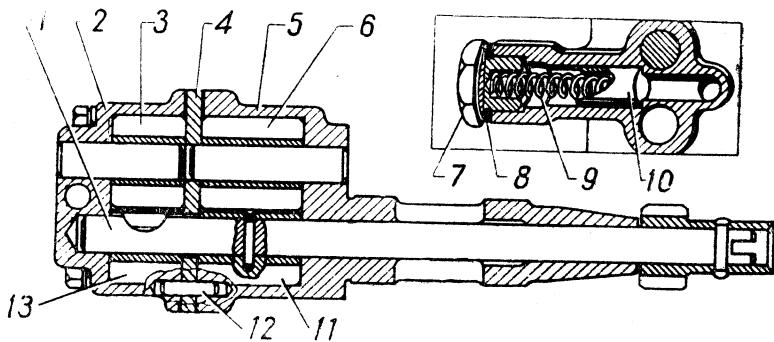

Рис. 14. Масляный насос.
**Масляный насос** (рис. 14)—шестеренчатого типа, двухсекционный, устанавливается при наличии фильтра центробежного типа.